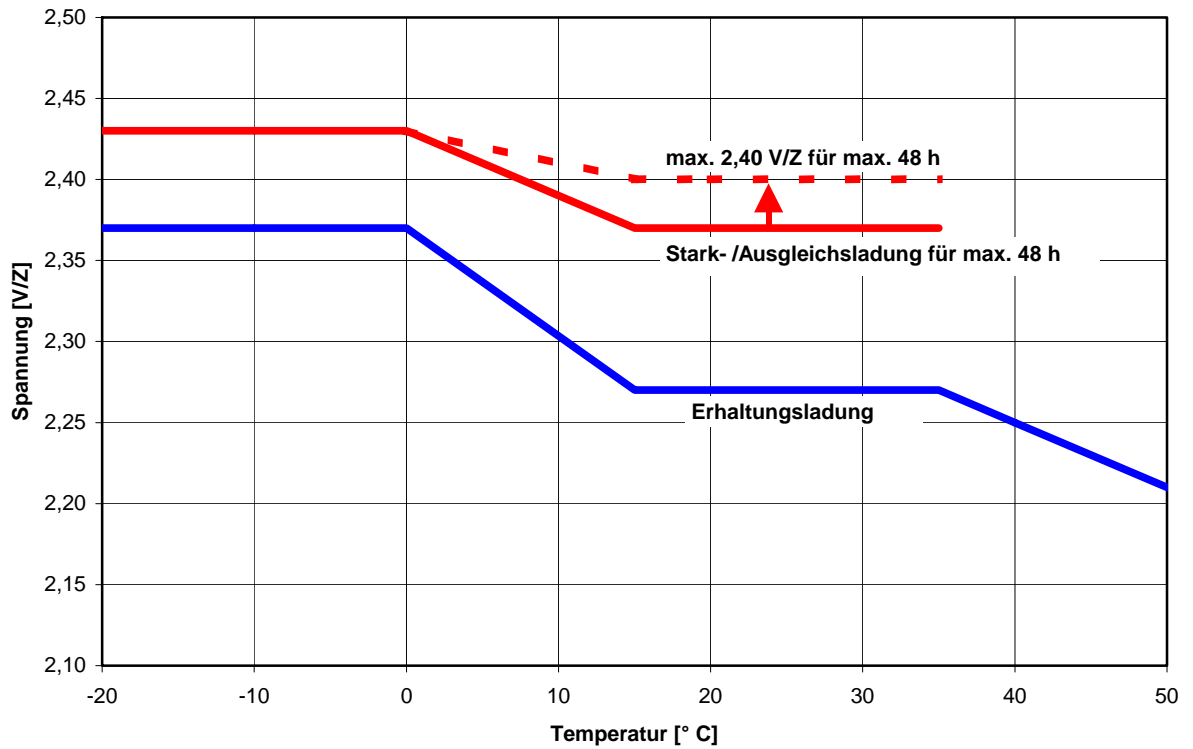

Abb. 3: A400 - Ladespannung versus Temperatur
- Innerhalb eines Betriebstemperaturbereiches von 15° C bis 35° C darf eine temperaturbezogene Anpassung der Ladespannung nicht erfolgen. Liegt die Betriebstemperatur ständig außerhalb dieses Bereiches, ist die Ladespannung entsprechend Abb. 3, 4 und 5 anzupassen.